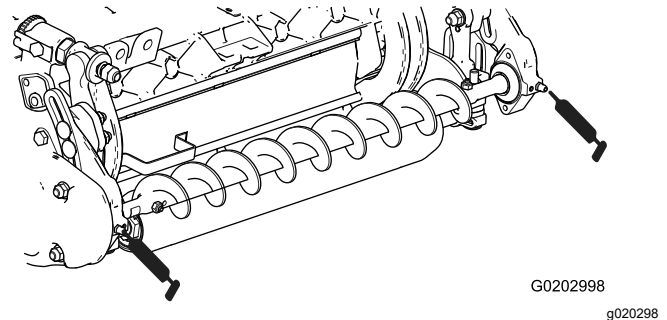

Figura 17
3. Lubrique los engrasadores de cada uno de los alojamientos de cojinete del cepillo del rodillo con grasa de litio N° 2 (Figura 17).